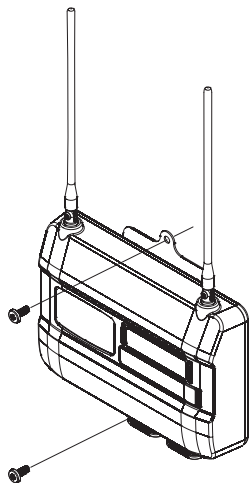

図4
- ① 付属のネジ (プレジャータッピング 4×16) 2 本で固定します (図4参照)。